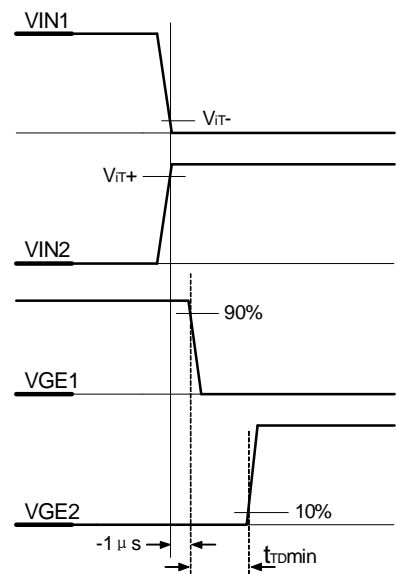

图3,互锁作用时间图
■ “互锁”电路用于防止在半桥模式下IGBT上下两管同时导通,上管和下管之间要有一定的死区时间,默认的死区时间为10μs,通过调节并联在J3,K3以及接J4,K4之上的电阻的阻值可以对死区时间进行调节,以适合于不同电流等级的IGBT以及不同的工作频率。表1给出了并联的电阻与死区时间之间的对应关系。在独立模式下,互锁功能被取消,此时J5,K5被短接。(图3)